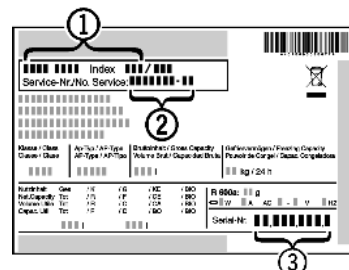

Fig. 25
- ▶ Наименование устройства *Fig. 25 (1)*, сервисный № *Fig. 25 (2)* и серийный № *Fig. 25 (3)* считайте с заводской таблички. Заводская табличка находится внутри устройства слева.
- ▶ Обратитесь в сервисную службу и сообщите вид неисправности, наименование устройства *Fig. 25 (1)*, сервисный № *Fig. 25 (2)* и серийный № *Fig. 25 (3)*.